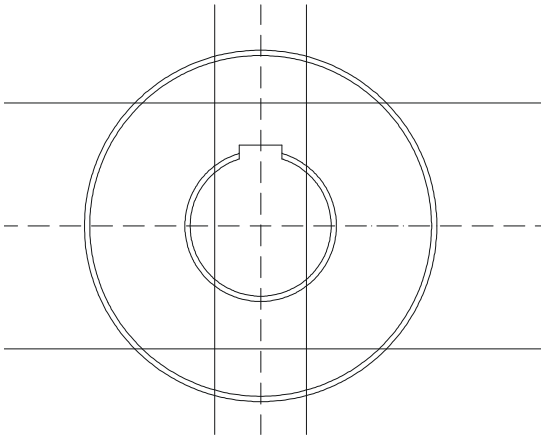

图 4-4-5
STEP 01 再次使用 XLINE 命令绘制辅助线，如图 4-4-5 所示。其具体操作如下：